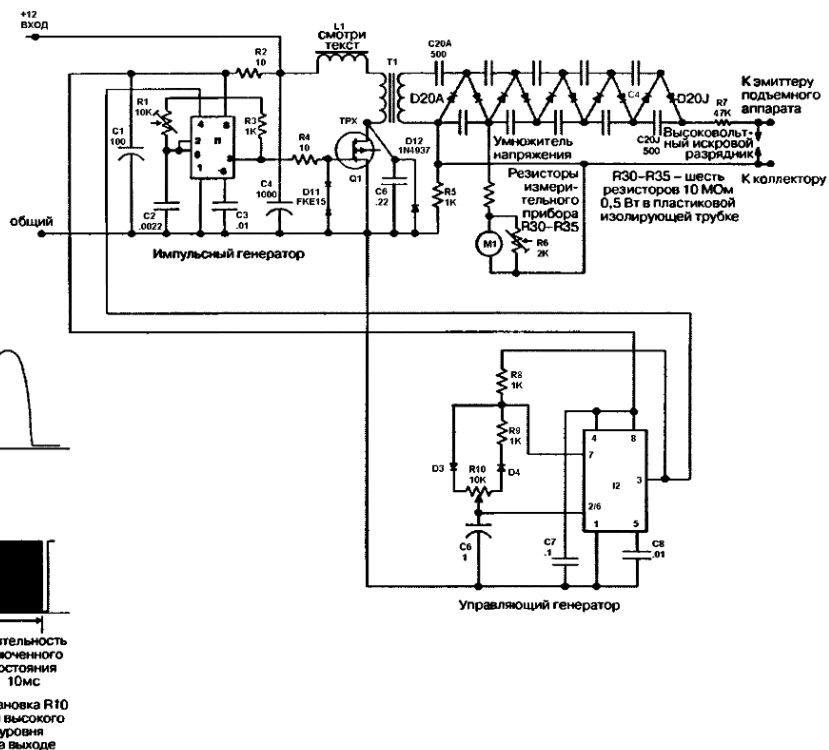

Рис. 1.2. Принципиальная схема источника питания для подъемного аппарата
Вашему подъемному аппарату потребуется высокое напряжение постоянно-го тока при сравнительно малом токе нагрузки. Схема вторичного источника питания устройства показана на рис. 1.2. Он вырабатывает 30000 В при токе нагрузки 1 мА, что соответствует 30 Вт выходной мощности. Такой мощности обычно достаточно для питания правильно собранного подъемного аппарата в виде равностороннего треугольника с длиной каждой стороны 90 см на расстоянии 3 см до проволочного эмиттера. Этот источник питания легко обеспечивает описанное здесь устройство с длиной сторон 20 см. Хотя ток достаточно мал, соприкосновение с устройством без надлежащих мер защиты может вызвать безвредный, но болезненный удар.
Индуктивность первичной обмотки T1 и конденсатор C6 образуют резонанс на частоте, определяемой их параметрами, и являются нагрузкой ключевого каскада Q1 на полевом транзисторе (FET). На рис. 1.2 показана форма сигнала на первичной обмотке T1 с амплитудой, которая составляет 50 В, временными параметрами сигнала длительностью 5–6 мкс и периодом повторения 14–15 мкс. В нижней части рис. 1.2 эти же сигналы при развертке на несколько порядков выше, чтобы показать длительность управляющих импульсов с временем включения/выключения по 10 мс. Импульсы генератора I1 на этом рисунке будут сигналами частотного заполнения с огибающей, определяемой параметрами управляющего генератора I2. Длительность управляющего сигнала может принимать
5. Включите питание и добейтесь вращением оси переменного сопротивления R1 формы сигнала, соответствующей показанной на рис. 1.2. В искровом разряднике может иногда возникать искра, его необходимо отрегулировать изменением высокого напряжения до величины на грани срабатывания. Обычно это 25–30 кВ.